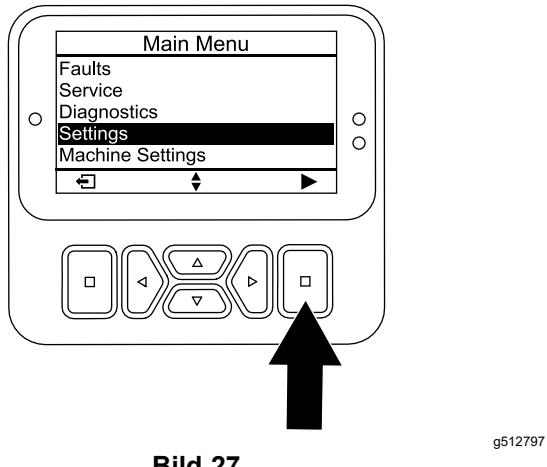

Bild 27
- Blättern Sie vom HAUPTMENÜ zum Menü EINSTELLUNGEN und drücken Sie die Auswahltaste (Bild 27).